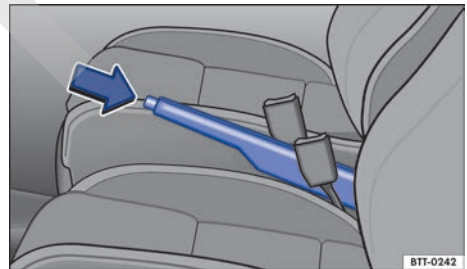

Fig. 113 Entre los asientos delanteros: freno de mano.
- Tire ligeramente de la palanca del freno de mano hacia arriba y presione el botón de bloqueo → fig. 113 (flecha).